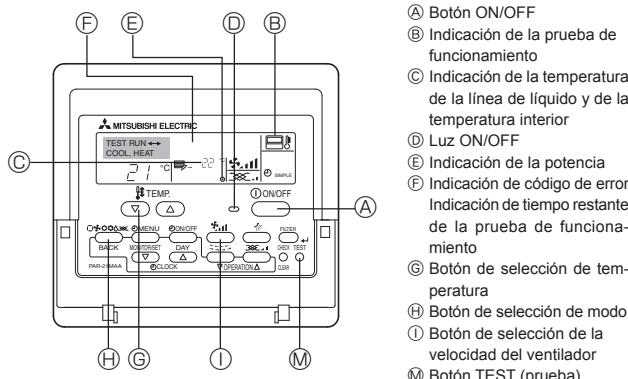

Fig. 9-2
9.2.2. Controlador remoto cableado (Fig. 9-2)
- ① Encienda el aparato por lo menos 12 horas antes de llevar a cabo la prueba de funcionamiento.
- ② Pulse el botón de prueba de funcionamiento [TEST] (PRUEBA) dos veces. ➔ Indicador del cristal líquido de prueba en funcionamiento "TEST RUN" (EJECUCIÓN DE PRUEBA)
- ③ Pulse el botón de selección de modo [Mode selection] (Modo). ➔ Compruebe que sale aire.
- ④ Pulse el botón de selección de modo [Mode selection] (Modo) y cambie al modo de refrigeración (o calefacción). ➔ Compruebe que sale aire frío (o caliente).
- ⑤ Pulse el botón de velocidad del aire [Fan speed] (Velocidad del aire). ➔ Compruebe que cambia la velocidad del aire.
- ⑥ Compruebe el funcionamiento del ventilador de la unidad exterior.
- ⑦ Desactive la prueba de funcionamiento pulsando el botón de activación/desactivación [ON/OFF]. ➔ Parar
- ⑧ Registre un número de teléfono.